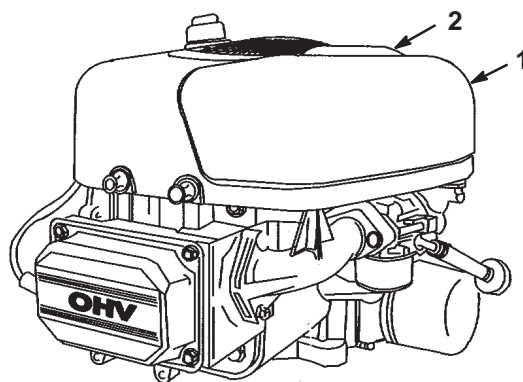

Figure 23
3. Nettoyez la surface autour du filtre à air pour éviter que des impuretés s'introduisent dans le moteur et l'endommagent. Tirez la poignée du couvercle du filtre à air et tournez-la vers le moteur (Fig. 23). Déposez le couvercle du filtre à air.